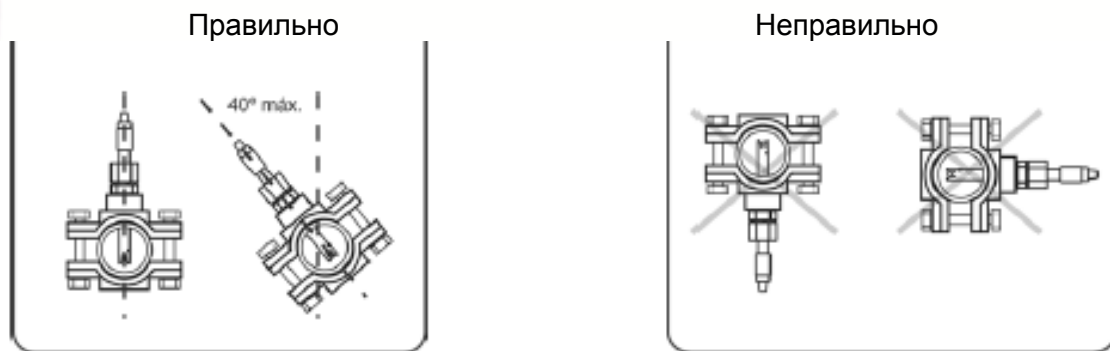

Рисунок 9
4. Всегда устанавливайте датчики pH / ОВП только в вертикальном положении или с максимальным наклоном 40 ° (Рисунок 9).